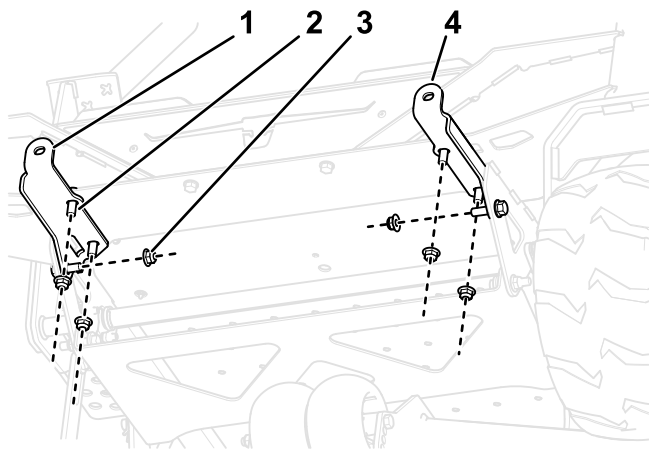

Figure 3
1. Avec 6 boulons (3/8" x 1") et contre-écrous (3/8"), fixez les supports des masses gauche et droite sur l'avant de la machine, comme montré à la Figure 3.